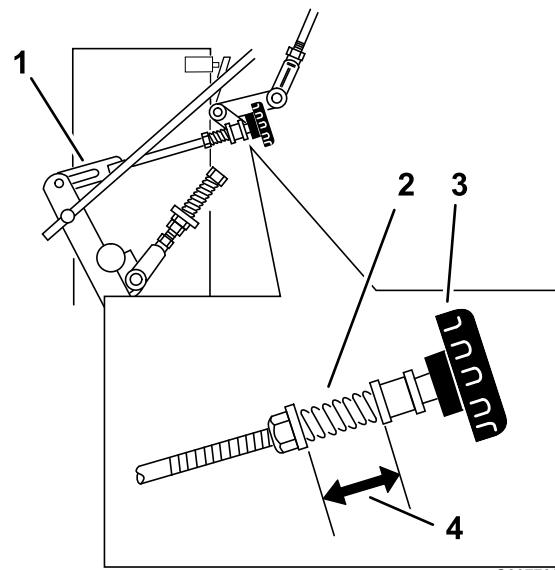

Figure 36
- Réglez la timonerie droite en tournant le bouton Quick-Track dans le sens antihoraire jusqu'à ce que la roue commence à tourner en avant (Figure 36).
4. Tournez le bouton dans le sens horaire 1/4 de tour à la fois. Déplacez ensuite le levier de commande de vitesse en avant et ramenez-le au point mort. Répétez cette opération jusqu'à ce que la roue droite arrête de tourner en avant (Figure 36).
6. Le ressort qui maintient la tension sur le bouton n'a normalement pas besoin d'être réglé. Toutefois, si un réglage est nécessaire, réglez la longueur du ressort à 26 mm entre les rondelles (Figure 36).
7. Réglez la longueur du ressort en tournant l'écrou situé à l'avant du ressort (Figure 36).